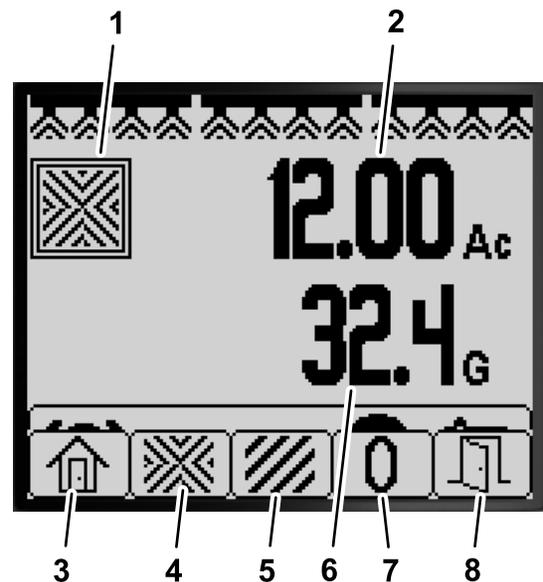

Figura 76
- A partir do Ecrã inicial, prima e mantenha premido momentaneamente qualquer botão para abrir a barra do menu (Figura 75 e Figura 76).
- Prima o botão 2 para o ecrã Área total (Figura 76).
3. Utilize os botões do InfoCenter (Figura 76) para executar as seguintes ações: